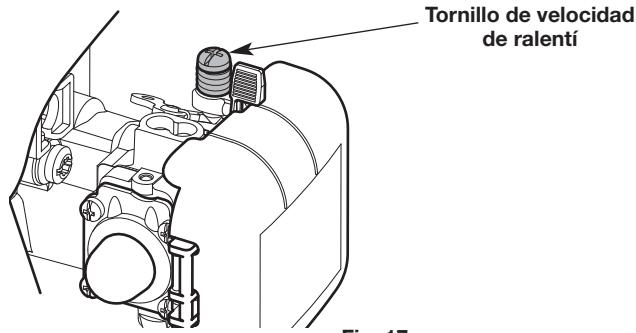

Fig. 17
- Si el motor se para, aumente la velocidad de ralentí. Use un destornillador Phillips pequeño para girar el tornillo de velocidad de ralentí en el sentido de las agujas del reloj, 1/8 de giro cada vez hasta que el motor funcione al ralentí de manera uniforme (Fig. 17).